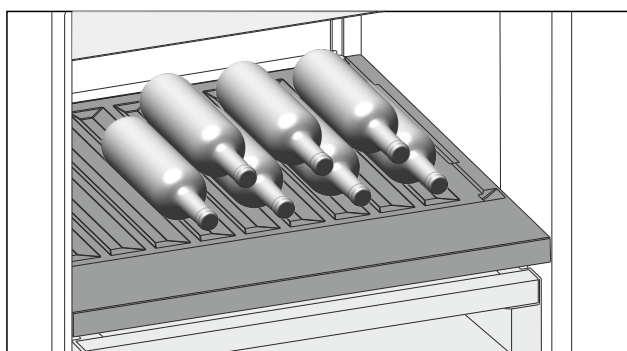

Fig. 143
- ▶ Wkładać butelki dnem ustawionym do tyłu, w kierunku ścianki tylnej. (patrz Fig. 143)